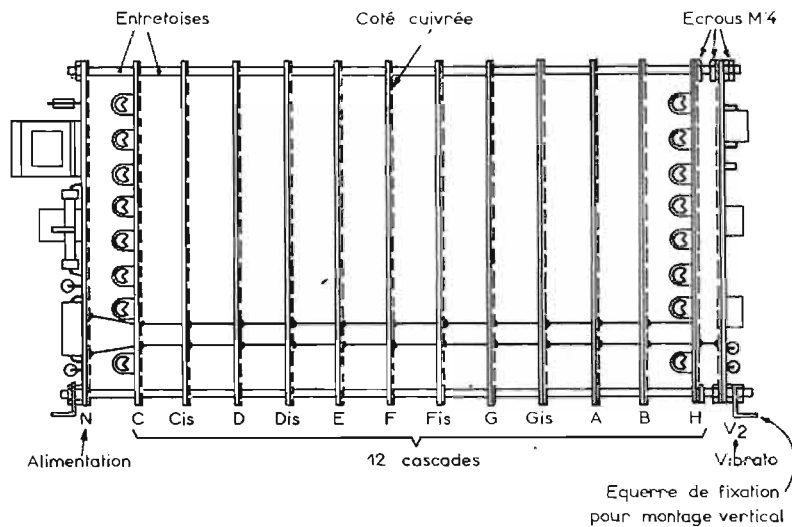

Fig. 13
A la figure 13 on montre le schéma de l'ensemble du bloc générateur à 12 cascades de diviseurs, avec les notes, depuis C (DO) jusqu'à B (SI) plus H soit douze cascades, la cascade H correspondant à la note sol.